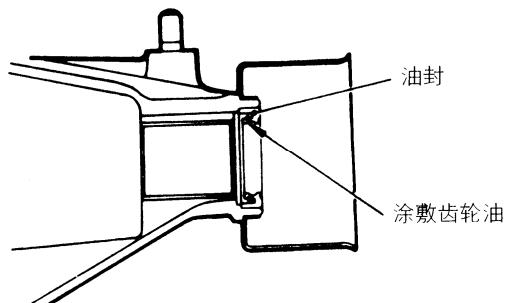

图 3-97 将齿轮油涂在油封唇上
(1) 如图 3-97 所示，对油封唇涂齿轮油。将油封装入，油封的唇部应朝向壳体的前部。